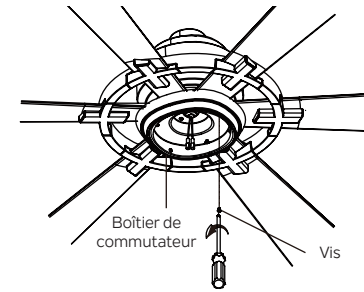

Fig. 21
Étape 1. Retirez l'une des trois vis du boîtier de l'interrupteur et conservez-la pour une utilisation ultérieure, desserrez les deux autres (ne les retirez pas). (Fig. 21)